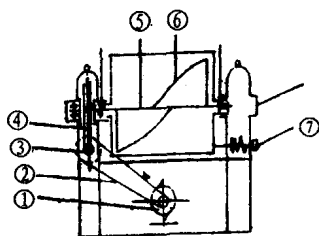

图 1-1 和面机传动系统图
和面机的种类不同,其零件结构也有所差别,但主要部件基本相同,均有电机、减速机构、搅拌桨、料斗、倒料装置、控制系统及机架等。下面介绍的是浙江省肖山商业机械厂生产的HWJ25型和面机(荣获商业部优质产品证书)的结构和工作原理。(见图1-1)
把插销⑦(见图1-1)拔出,面斗向前翻倒出面。